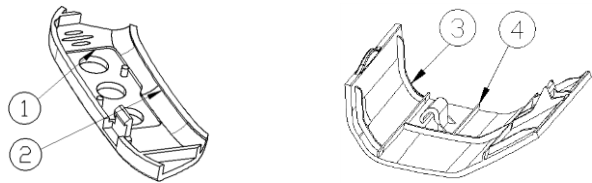

图 2-4 4 种方法中的目标面
- 1) 以面为基准拔模:适用于修改底端面为平面的目标面，如图 2-4 中①所示。
- 2) 以线为基准拔模: 适用于修改底端面为曲面或斜面的目标面，如图 2-4 中②④所示。
- 4) 创建曲面拔模: 适用于修改底端面为斜度较大或接近于竖直的目标面，如图 2-4 中③所示。